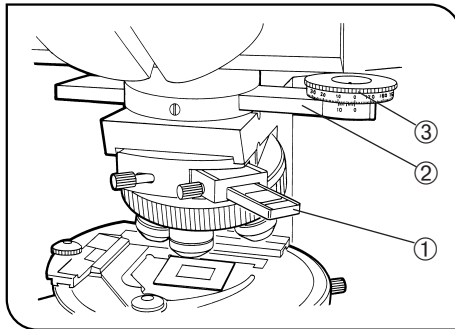

Fig. 19
Vid användning av mellanliggande tillbehör för ortoskopisk undersökning (U-OPA) (Fig. 19 & 20)
1. För in injusteringspolarisatorn ① helt, utrustad med U-OPA i adaptern för testplattan (U-TAD). Dra åt dess klämspak. (Fig. 19)
3. För i den vridbara analysatorn (U-AN360P-2) ② i analysatoröppningen på mellanliggande tillbehör. För in analysatorn, lodda låsskruven och ställ analysatorns vridskala ③ på 0°. (Fig. 19)